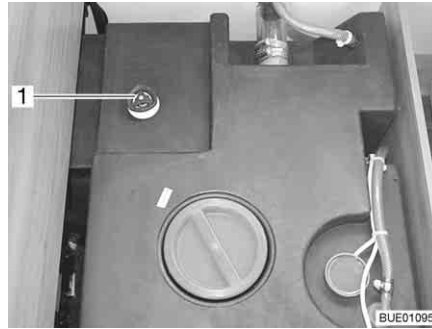

Fig. 157 Serbatoio dell'acqua con maniglia girevole
- Sul serbatoio dell'acqua ruotare la maniglia girevole (Fig. 157,1) in senso antiorario, oltre la resistenza verso l'esterno fino all'arresto, per aprire completamente l'apertura di scarico.